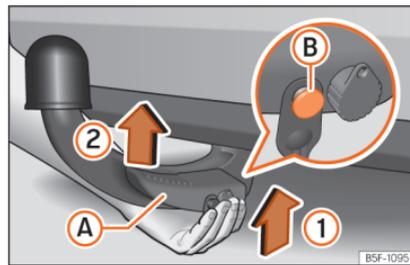

Abb. 295 Anbringen abnehmbaren Kugelkopf/Entriegelungsbolzen im entfalteten Zustand
- Den abnehmbaren Kugelkopf **von unten** »»» **Abb. 295** halten und der Richtung von Pfeil ① folgend in die Hakenaufnahme einsetzen, bis er hörbar einrastet »»» ⚠.